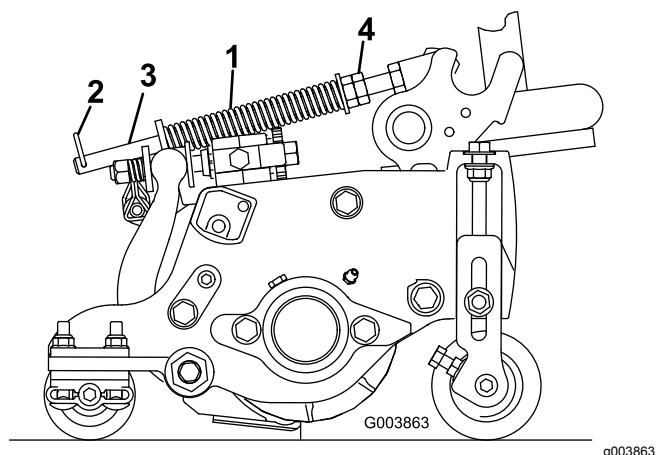

Figura 15
A mola de compensação de relva (Figura 15) transfere peso do cilindro dianteiro para o cilindro traseiro. Isto ajuda a reduzir o efeito ondulado na relva, também conhecido como ondulação ou “bobbing”.
1. Certifique-se de que o contrapino do gancho está instalado no orifício traseiro na haste da mola (Figura 15).
2. Aperte as porcas sextavadas na extremidade dianteira da haste da mola até que o comprimento comprimido da mola seja de 12,7 cm nas unidades de corte Reelmaster 5410 de 12,7 cm ou de 15,9 cm nas unidades de corte Reelmaster 5510 de 17,8 cm; consulte a Figura 15.